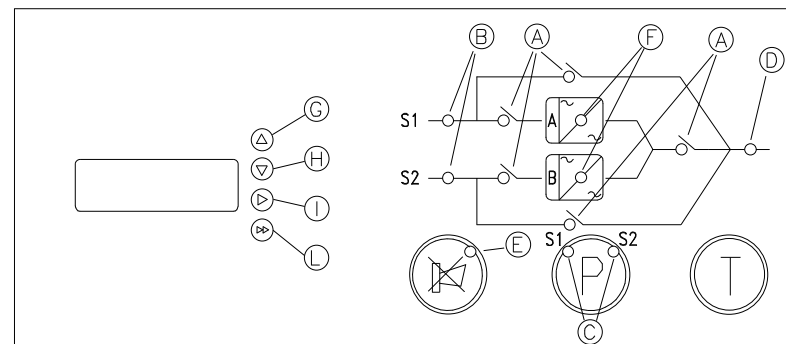

Fig. 19 – Vista del display e del pannello di controllo
I comandi utente si trovano sul pannello di controllo (vedere Fig. 19).
3. Attendere alcuni secondi finché la logica viene attivata e sul display si accendono i seguenti LED (vedi Fig. 19).
3. Attendere alcuni secondi finché la logica viene attivata e sul display si accendono i seguenti LED (vedere Fig. 19).